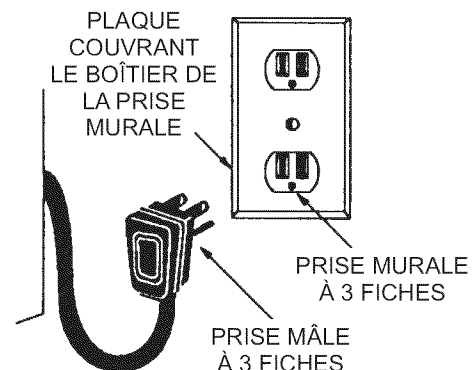

Figure 10 : Méthode recommandée de mise à la terre pour modèles 120 VAC.
Une mise à la terre inadéquate ou une polarisation inversée peut causer un mauvais fonctionnement (tels qu'une production continue d'étincelle au niveau des allumeurs des brûleurs) pouvant endommager l'appareil et comporter un risque de décharge électrique. Si le circuit n'est pas correctement mis à la terre et polarisé, l'installateur ou l'utilisateur est tenu de faire appel à un électricien qualifié pour qu'il installe une prise dûment mise à la terre et polarisée, conforme à toutes les réglementations locales applicables. À défaut de réglementation locale, le changement de prise doit être effectué conformément au Code national de l'électricité (Voir Figure 10).
- Respectez toutes les réglementations locale s applicables lors de la mise à la terre. À défaut, le Code national de l'électricité ANSI/ NFPA no 70 – Édition actuelle sera appliqué. Reportez-vous à la Figure 10 pour la méthode conseillée de mise à la terre.
L'APPAREIL DOIT ÊTRE BRANCHÉ SUR UNE SUR UNE PRISE À 3 TROUS MISE À LA TERRE RACCORDÉE À UN CIRCUIT POLARISÉ DE 120 VOLTS. (Voir Figure 10).